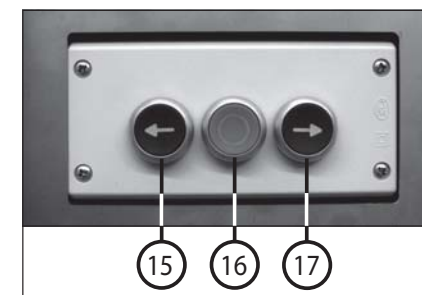

Fig. 8
O material não conhecido também pode ser introduzido directamente no compressor. Se necessário, deslocar o punção de pressão para trás na sua posição inicial (fechar a válvula de enchimento, e accionar o botão de pressão "Punção para trás" (17)) (fig. 8), e proceder da maneira seguinte:
3. Fechar a válvula de enchimento, e accionar o botão de pressão "Punção para frente" (15) (fig. 8).
- O punção de pressão (32) avança (curso de compressão), e volta automaticamente a seguir para trás para a posição inicial depois do processo de compressão. Depois, pode continuar com o carregamento.